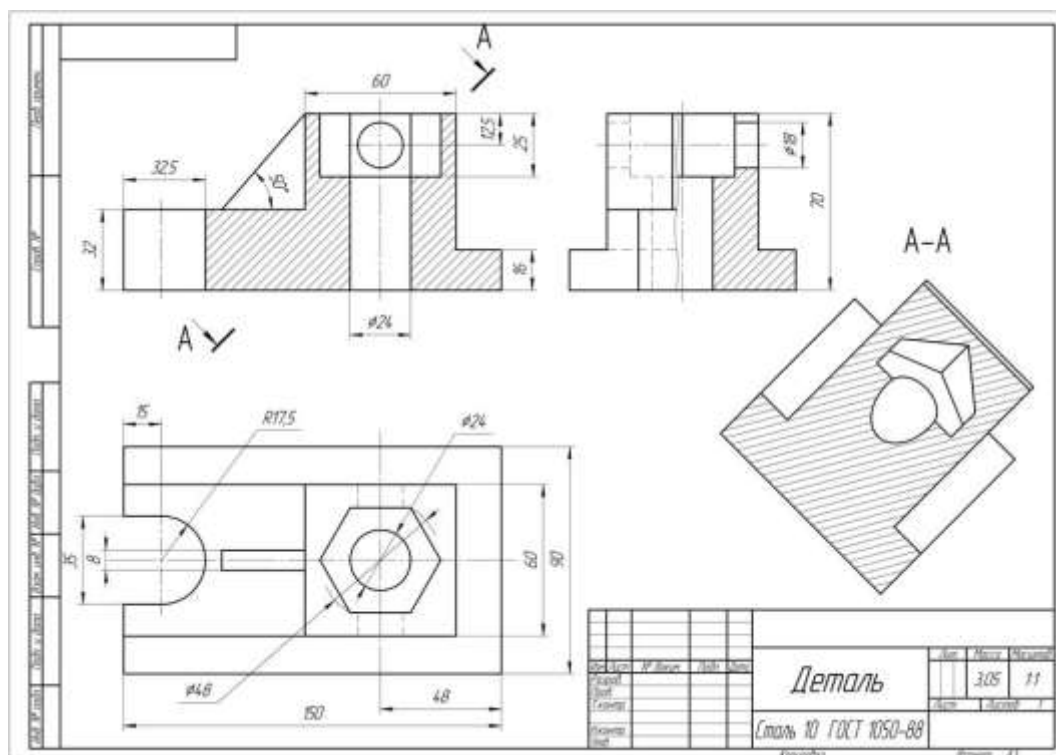

Рисунок 42 – Пример оформления работы
7. Нанести выносные, размерные линии и размерные числа в соответствии с ГОСТ 2.307–68, , рис.42.